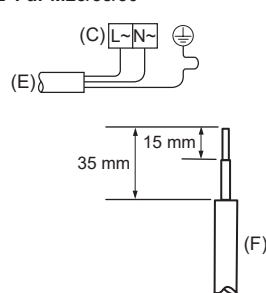
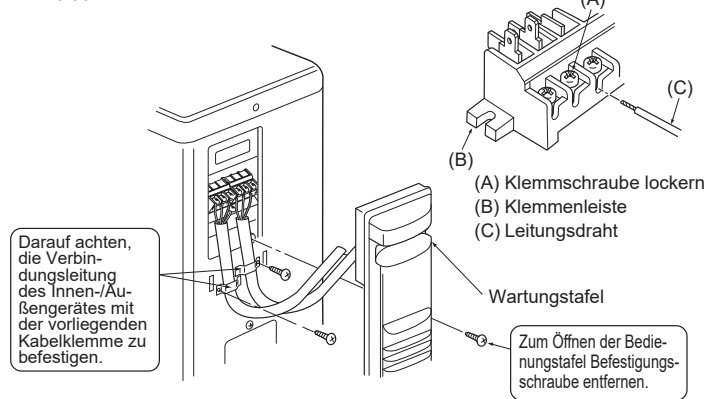
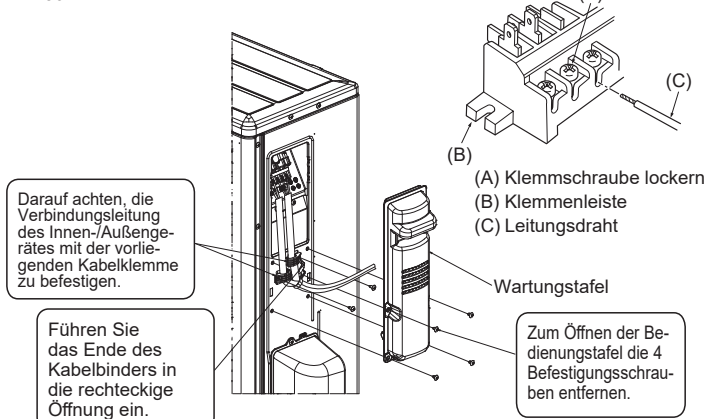
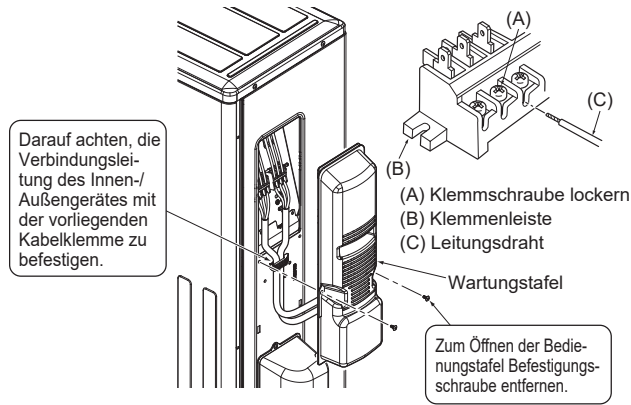

Abb. 6-2
Abb. 6-3
Abb. 6-4
Abb. 6-5
6.1. Außeneinheit (Abb. 6-1, Abb. 6-2, Abb. 6-3, Abb. 6-4, Abb. 6-5)
- Verdrahtung wie in der Abbildung links unten dargestellt vornehmen. (Kabel ist vor Ort zu beschaffen) (Abb. 6-2)
- (A) Anschlußkabel
- (B) Inneneinheit-Klemmenleiste
- (C) Außeneinheit-Klemmenleiste
- (D) Achten Sie darauf, daß das Erdungskabel länger ist als die anderen, spannungsführenden Kabel.
- (E) Netzkabel für die Stromversorgung
- (F) Leitungsdraht